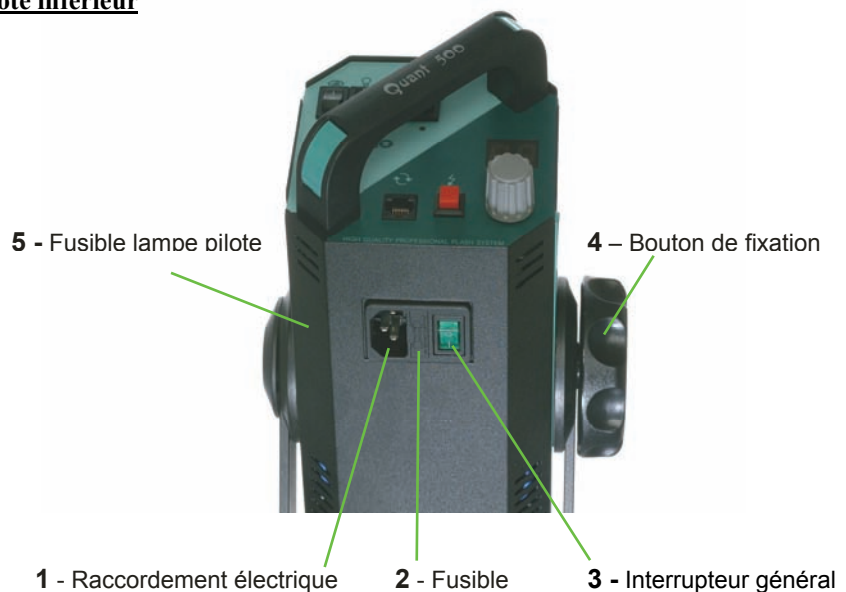

Fig.3 Vue côté inférieur avec connexion électrique
Le raccordement de courant se trouve du côté inférieur de l'appareil (fig.3) et contient:
Le bouton de serrage pour fixation dans la position voulue, voir fig.3 (4). En tournant à gauche (à contresens d'aiguilles) l'appareil peut tourner autour de son axe, on fixe l'appareil en tournant à droite.
L'emplacement est indiqué au fig.3.